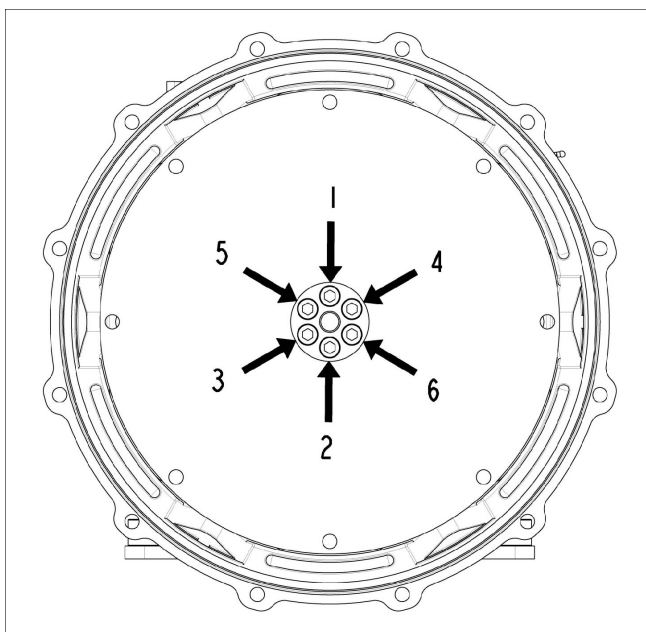

РИС. 22. ПОСЛЕДОВАТЕЛЬНОСТЬ КРЕПЛЕНИЯ К СТУПИЦЕ
4. При необходимости затяните болты дисков муфты, соблюдая последовательность, указанную в Рис. 22 на стр. 44. Момент затяжки указан в Глава 9 на стр. 73.